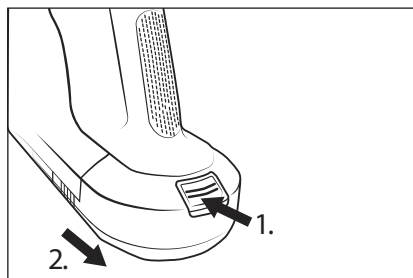

Fig. 13
- ◆ Per rimuovere la batteria **2** dall'apparecchio, tenere premuto il tasto di sblocco batteria **1** e sfilare la batteria **2** dall'apparecchio (vedere fig. 13).